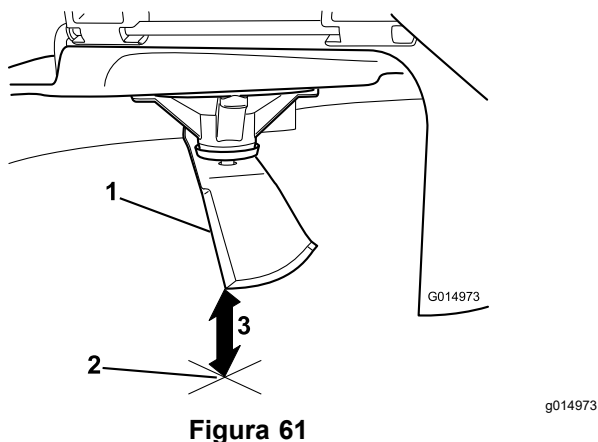

**Figura 60**
4. Gire la misma cuchilla 180 grados de manera que el otro extremo esté en la misma posición (**Figura 60**).